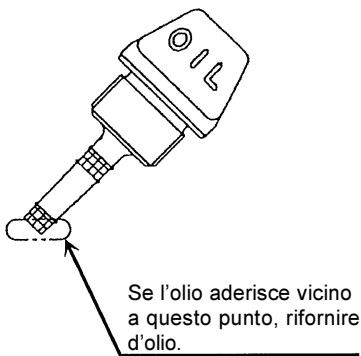

Fig.1
- Se l'indicatore dell'olio, inserito ma non avvitato nella sua sede, sfiora appena il livello dell'olio nel motore (Fig.1), l'olio è insufficiente e necessita di rabbocco.